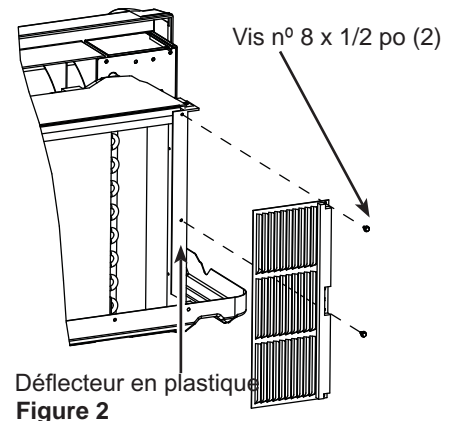

Figure 2
- Assemblez la grille droite comme illustré dans la figure 2 en vous assurant que le joint en mousse fait face au côté opposé au châssis. Installez deux (2) vis autotaraudeuse n° 8 x 1/2 po dans le déflecteur en plastique (côté droit lorsqu'on regarde depuis l'arrière de l'appareil) pour installer.